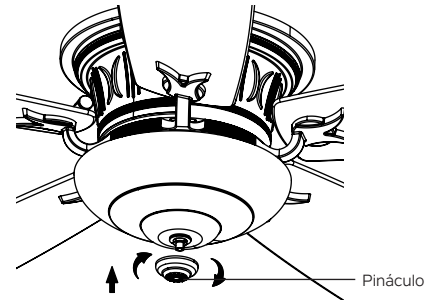

Figura 25
**Paso 4.** Atornille el remate a la varilla roscada y apriete firmemente. (Figura 25)
**Paso 2.** Instale la placa de metal y la placa de pared “CoolTouch” en la caja de salida existente en la pared con los 4 tornillos provistos. Luego coloque los dos tapones de plástico en la placa de pared. (Figura 25)